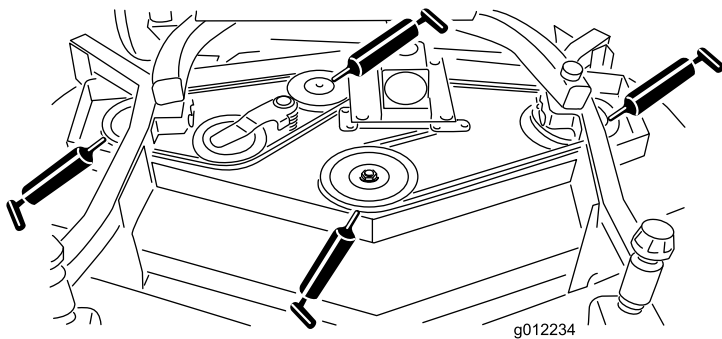

図 16
- ・ スピンドルのシャフトのベアリング (3ヶ所) (プーリの下) (図 16)
- ・ アイドラームのシャフトのベアリング (図 16)